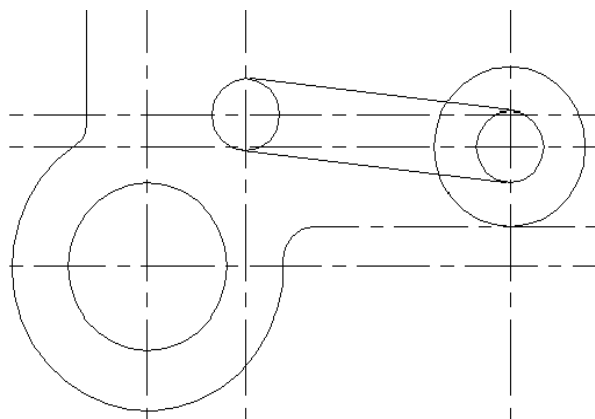

图 6-54
(13)单击【修改】工具栏上的按钮，设置倒角半径为“6”，捕捉大圆与刚才偏移后的中心线作为倒角的两边，如图 6-54 所示：